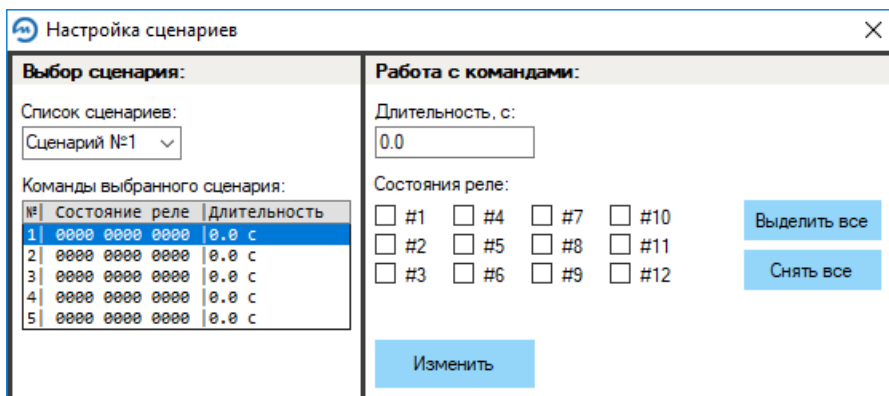

Рисунок 9 — Окно «Настройка сценариев»
3.5.11 Нажмите кнопку «Настройка сценариев» для определения сценариев, на экране отобразится окно «Настройка сценариев» (рисунок 9).